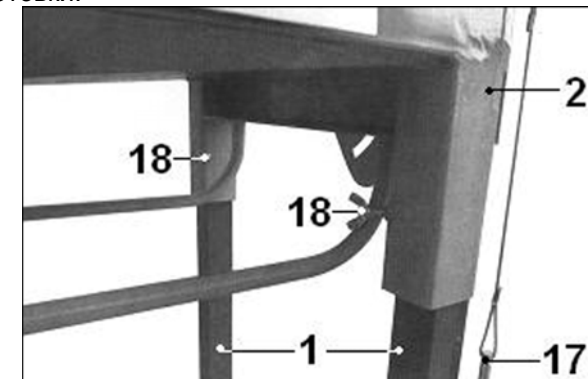

Рис. 4
9.1. Установка ножек (Рис. 4)
9.1.1. Вставьте ножки (1) до упора в специальные гнезда основания (2). Зафиксируйте положение ножек (1) барашковыми болтами крепления (18), как показано на Рис.4.